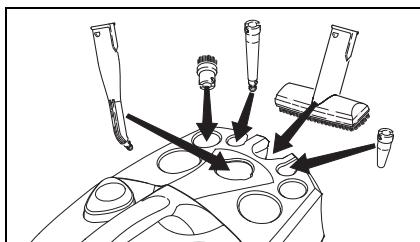

Bild 1
- Handmunstycke (E1) placeras i avsedd tillbehörshållare (se bild 1).